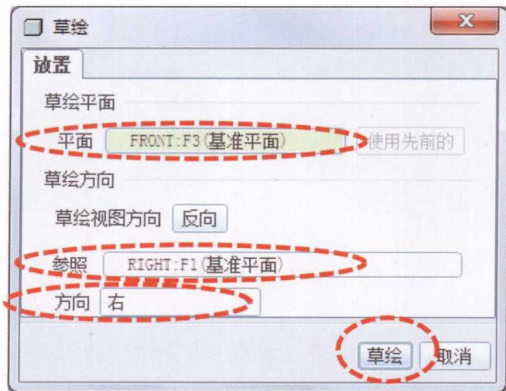

图1-8
(2) 激活zhuke.prt后, 将鼠标指针移至窗口右侧的特征工具栏并单击“旋转”按钮, 打开旋转特征操控板, 选择“位置”标签, 然后单击“定义”按钮, 打开“草绘”对话框。设置“草绘平面”为“FRONT: F3 (基准平面)”, “参照”为“RIGHT: F1 (基准平面)”, “方向”为“右”, 如图1-8所示。